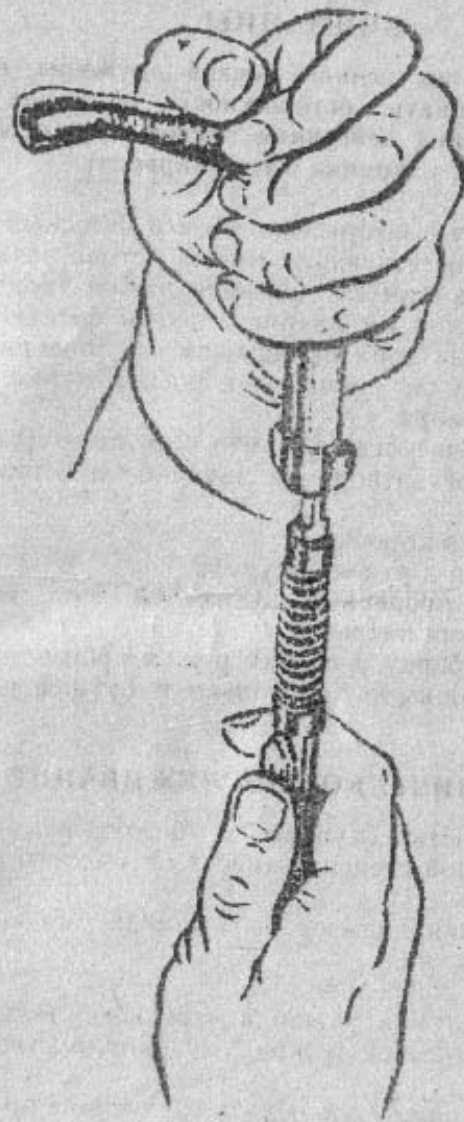

Рис. 3. Разборка затвора
2) отделить курок и ударник от вкладыша, для этого: взять вкладыш с курком и ударником в правую руку так, чтобы большой палец упирался в заднюю часть курка, а ударник был направлен влево (рис. 3);